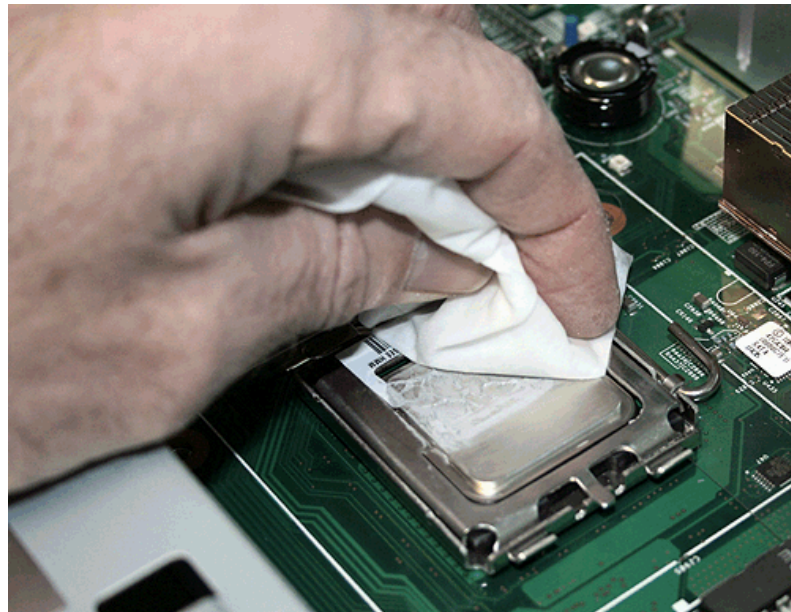

図 239. SAN ボリューム・コントローラー 2145-8G4 マイクロプロセッサからの熱伝導グリースの除去
13. FRU アセンブリーに付属のアルコール拭き取り布を使用して、各マイクロプロセッサの上部の熱伝導グリースをきれいに除去します (図 239 を参照)。マイクロプロセッサを取り外す前に清掃しておくこと、取り扱いの作業量を軽減することができます。